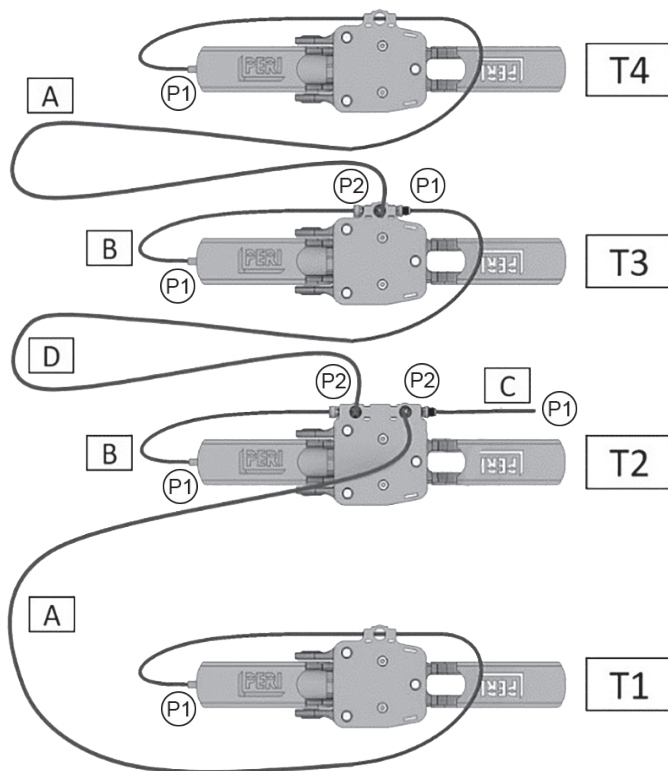

Fig. 09 Groupe de capteur
4. Connecter les capteurs entre eux comme dans l'illustration Fig. 09.